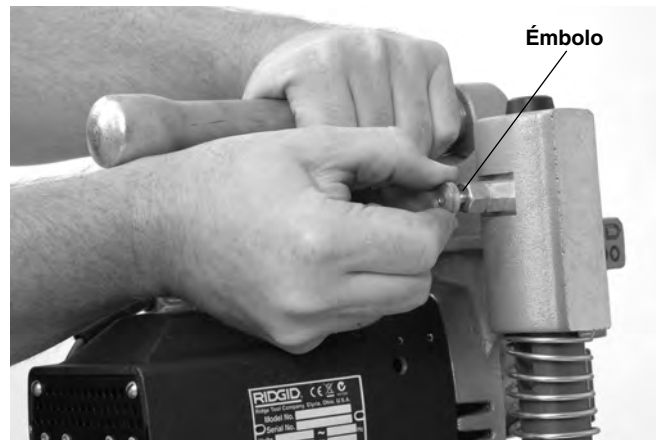

Figura 7 – Separación del motor y de la base
- Colocada la Perforadora HC-300 en una superficie estable y segura, jale el émbolo detrás del poste izquierdo (Figura 7) y levante el conjunto del motor fuera de la base.